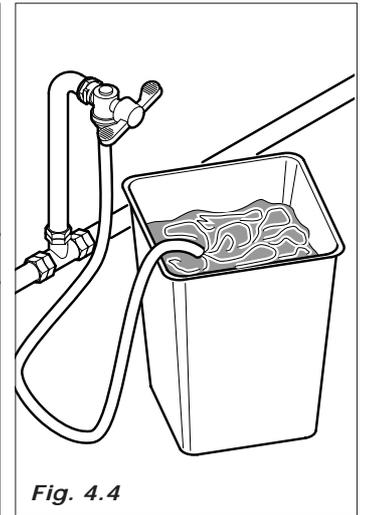

Fig. 4.4
- antes de efectuar la conexión hídrica dejar correr el agua del grifo para eliminar impurezas y suciedad (Fig.4.4).